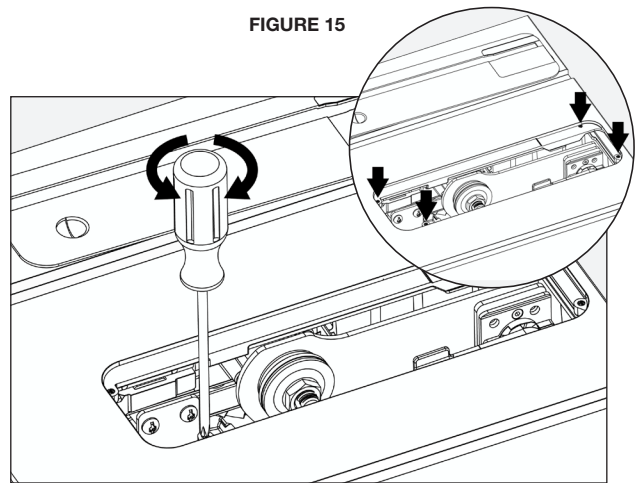

FIGURE 16
Si un réglage est nécessaire, retire la passe-lame et ajuster les vis hexagonales de réglage (4) (figure 16) vers le haut ou vers le bas selon le cas. Remplacer la plaque à gorge et vérifier de nouveau. Répétez ce processus au besoin jusqu'à ce que la passe-lame soit au niveau.